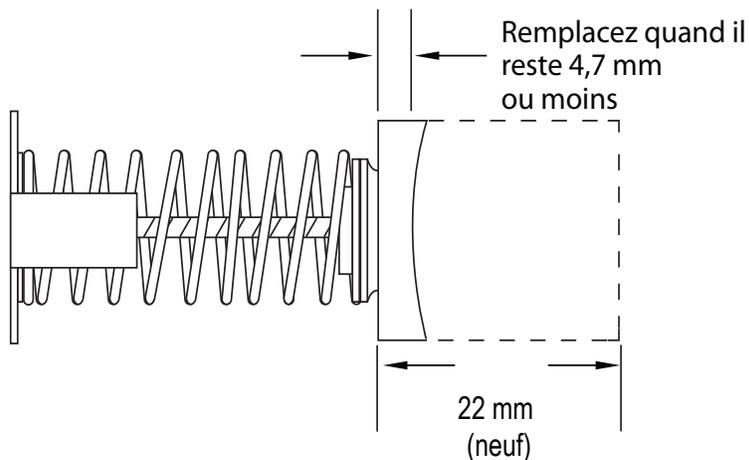

Figure 8.
2. Voir Figure 8. Les assemblages de balais doivent être remplacés s'ils mesurent 4,7mm ou moins.